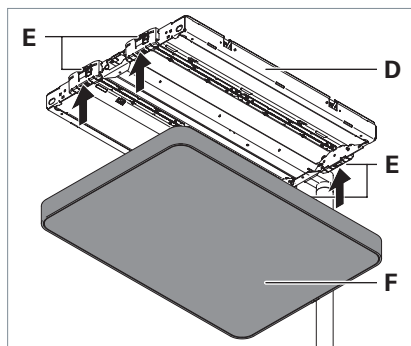

Fig. 3: Monter le cadre de protection.
- Poussez le cadre de protection **F** par le bas sur le châssis du luminaire **D** jusqu'à ce qu'il s'enclenche dans les quatre crochets **E**, voir Fig. 3.